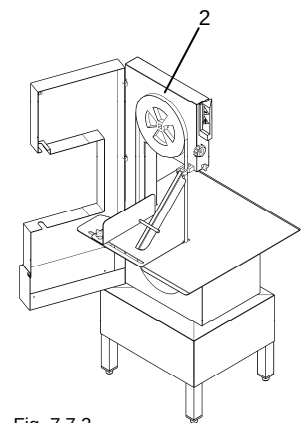

Fig. 7.7.2
- Afferrare la lama "2" e sfilarla dalle puleggie come in fig. 7.7.2 e 7.7.3